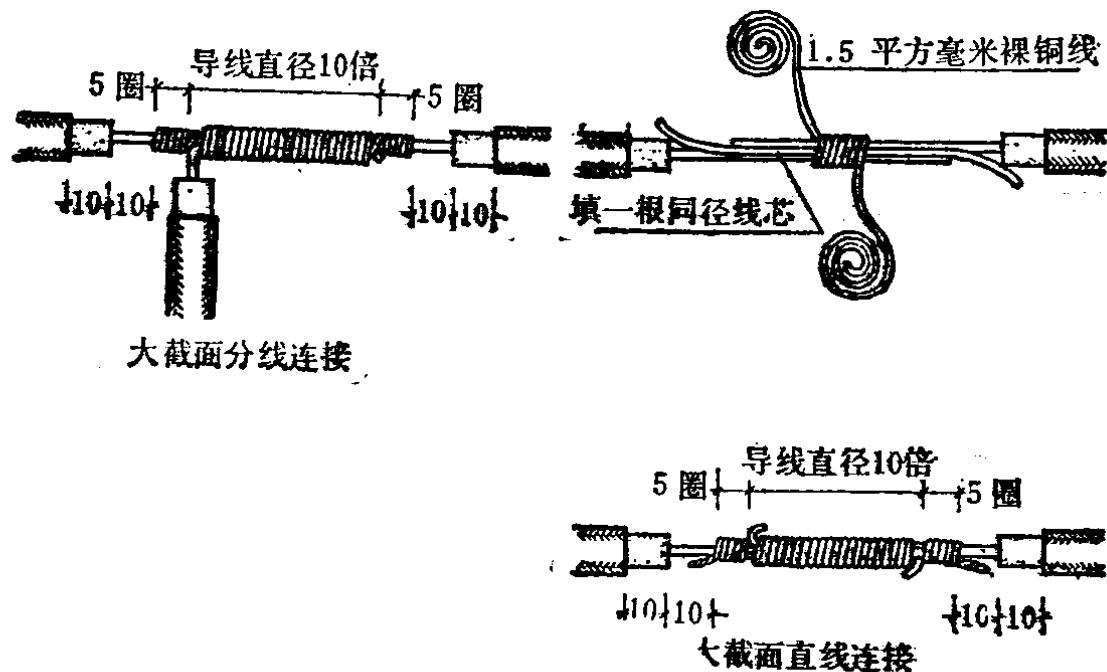

图1-7 单芯导线缠绕绑接法
2. 缠绕绑接：对于较大截面（10毫米²以上）的单芯直接连接和分支连接，是用连接线缠绕绑接，填一根1.5毫米²铜线作辅助线，然后再用1.5毫米²的裸铜线从中部开始向左右两端展开缠绕，作法见图1-7。